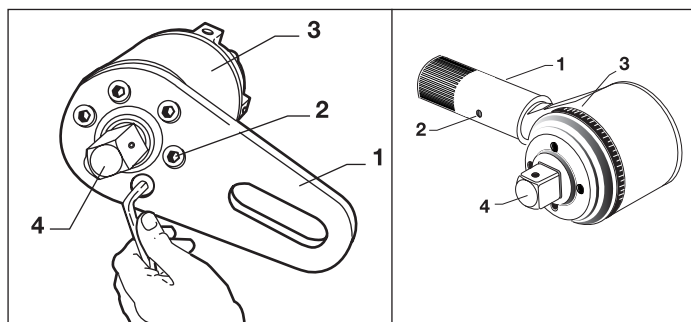

Figura 1, Cambio della piastra di reazione
AVVISO: Non tenere in mano la barra di reazione o piastra di reazione del moltiplicatore (Figura 1, voce 1), mentre si applica il momento torcente. L'inflessione normale del moltiplicatore potrebbe creare una pizzicatura.
AVVISO: Prima di ogni utilizzo, controllare le viti della piastra di reazione/supporto barra per accertarsi che siano strette (Figura 1, voce 2).
AVVISO: Prima di ogni utilizzo, ispezionare il perno quadrato di uscita del comando (Figura 1, voce 4) per eventuali segni di affaticamento o rottura del materiale. Sostituire se necessario.
Un quadro di azionamento di uscita a taglio controllato (Figura 1, voce 4) protegge i componenti interni nell'eventualità che la capacità massima di uscita sia superata. Questa caratteristica della protezione contro il sovraccarico determina la rottura dell'azionamento quando l'uscita supera dal 103% al 110% la capacità stabilita di uscita. Al moltiplicatore di coppia è allegato un azionamento di riserva (E391, E392, E393, E492, E493, E494, E495). (Ulteriori azionamenti vanno ordinati al distributore Enerpac).
3. Montare l'inserto di azionamento col quadro femmina adatto sul moltiplicatore di coppia (Figura 1, voce 4). Posizionare l'inserto ed il moltiplicatore di coppia sul fissaggio che deve essere stretto.
1. Togliere le viti (Figura 1, voce 2), che tengono al posto la piastra di reazione (Figura 1, voce 1) sul moltiplicatore di coppia, ed asportare la piastra di reazione dal moltiplicatore di coppia.
5. Rimontare la piastra di reazione sul moltiplicatore di coppia con le viti precedentemente svitate (Figura 1, voce 2).